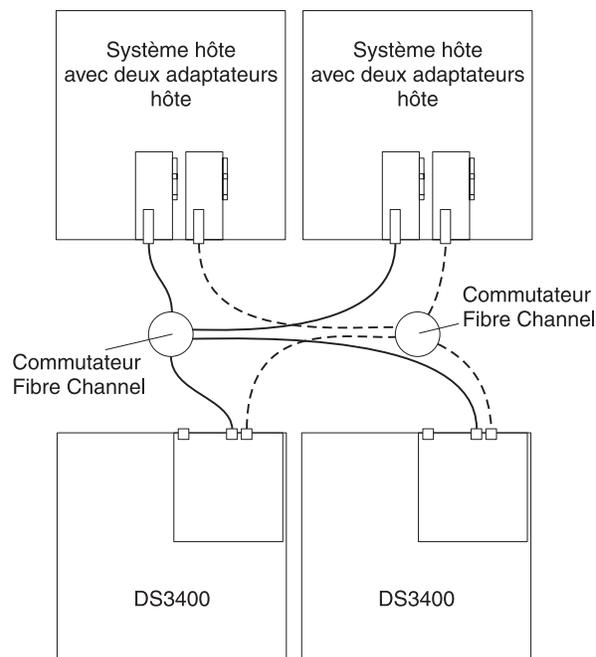

Figure 48. Exemple de deux sous-systèmes de stockage dans un environnement à deux matrices SAN
- Configuration de deux sous-systèmes de stockage dans une fabrique à deux matrices SAN, comme illustré dans la figure 48, à la page 58
Dans la figure 48, les commutateurs Fibre Channel ne sont pas connectés l'un à l'autre. Chaque commutateur forme sa propre matrice SAN.